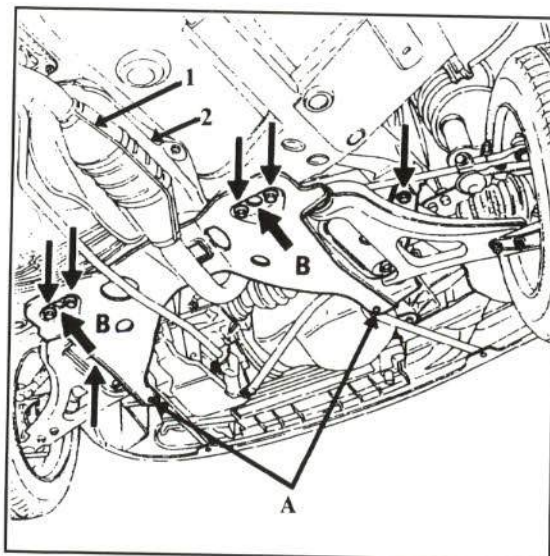

Figura 8.—Sujeción del puente de motor a la carrocería.
- Los dos tornillos (A) (figura 8).
- El catalizador (1) (figura 8).
- La pantalla térmica del descenso del escape (2) (figura 8).
Para asegurar el centrado correcto del puente, es imperativo colocar dos punteros de 12 mm de diámetro en las marcas (B), antes del apriete definitivo de los tornillos (figura 8).